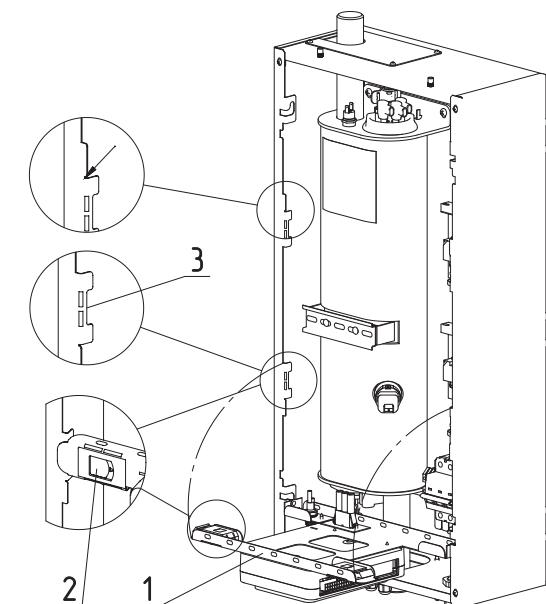

Рис.15 Откидывание кронштейна
- откинуть кронштейн для крепления пульта управления (**Рис.15, поз.1**);
- отжать замки-защелки (**Рис.15, поз.2**) с двух сторон;
- имеется возможность сменить положение кронштейна, достав его из пазов и закрепив в соответствующие пазы выше (**Рис.15, поз.3**).